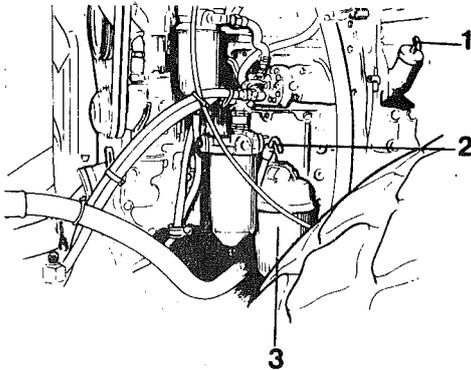

Abb. 41 Dieselmotor
- 1 Die Umgebung der Ablaßschraube (1) reinigen und ein Gefäß mit mindestens 12 Liter Inhalt unter die Schraube stellen.
- 2 Die Umgebung des Öleinfülldeckels (1, Abb. 41) reinigen, dann den Deckel abnehmen.
- 1 Das Ölfilter (3) herausschrauben und wegwerfen. Es handelt sich hierbei um ein Einwegfilter, das nicht gereinigt werden kann.
- 2 Mit dem Ölmeßstab (2, Abb. 41) den Ölstand prüfen.
- 3 Den Einfülldeckel (1, Abb. 41) anbringen und fest anziehen, so daß er dicht hält.